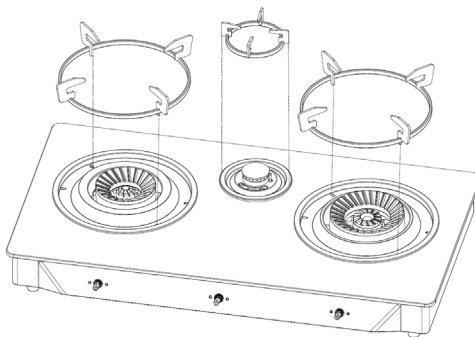

Figure 3
- 3 Nettoyez les plaques et placez les supports aux bons endroits (voir figure 3).